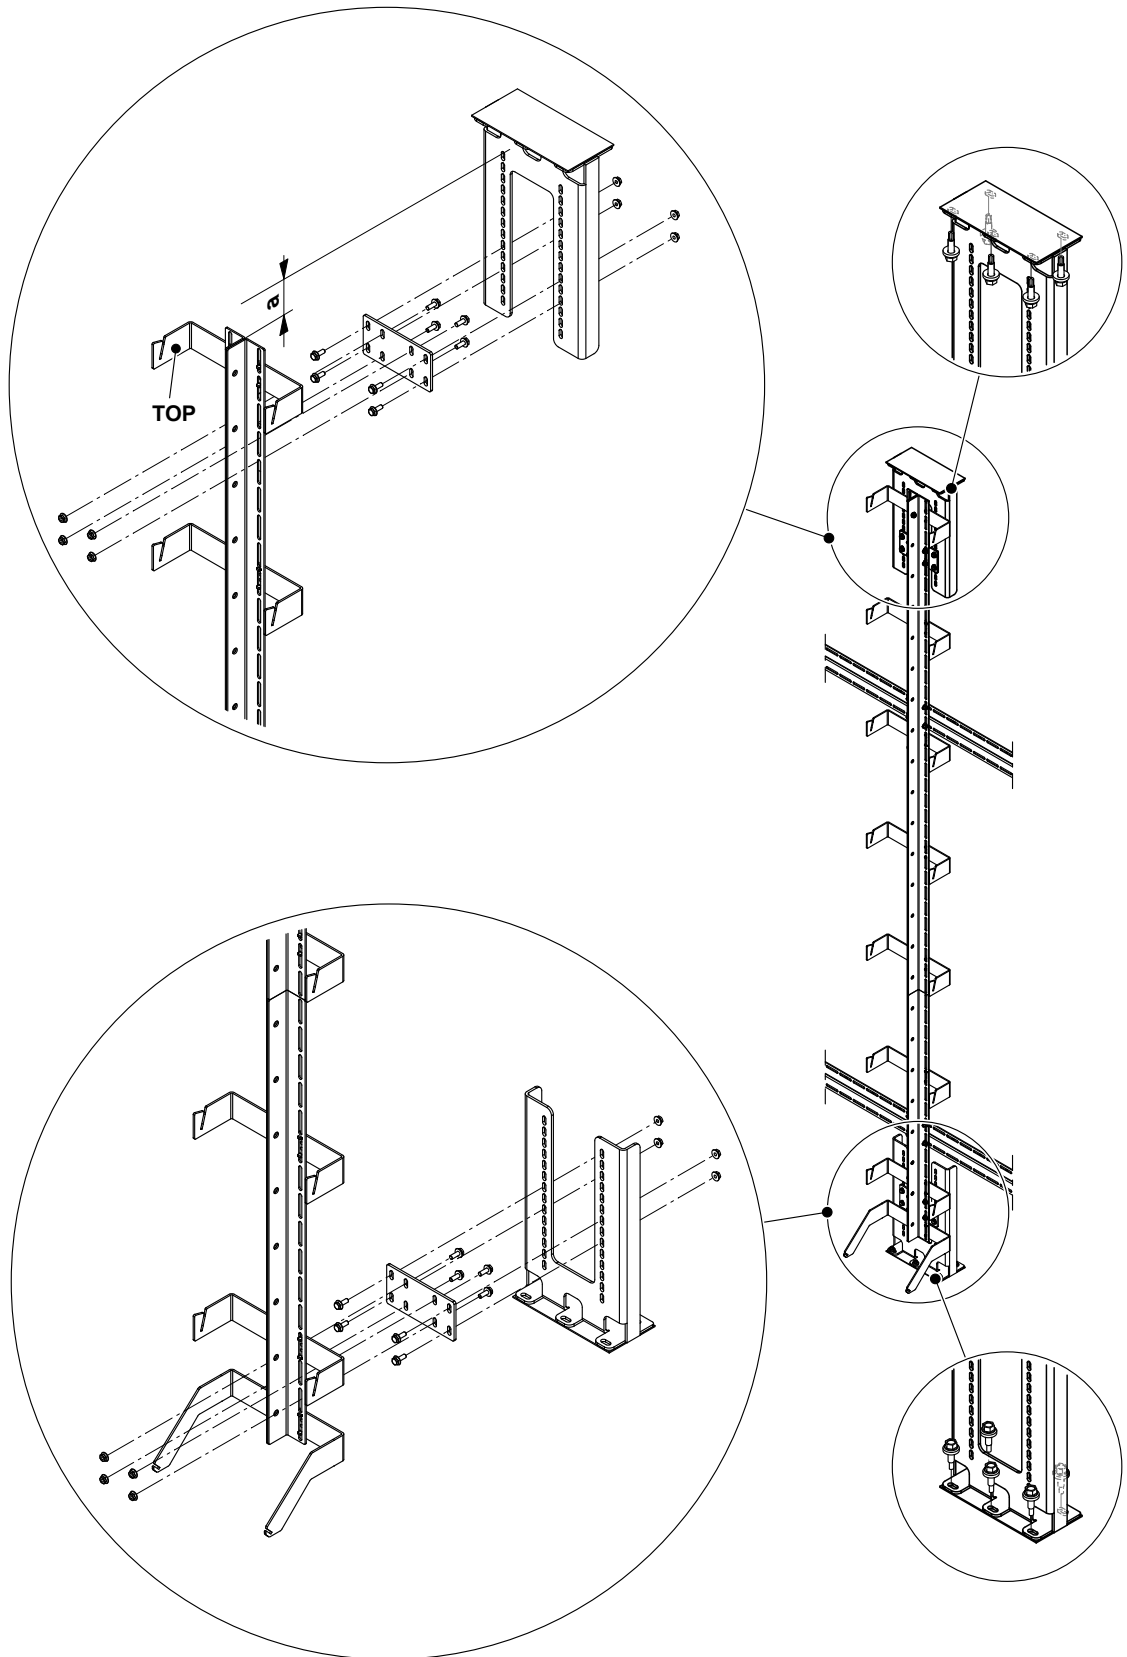

*Rys. 12: Montaż wsporników pionowych*
- W razie potrzeby poluzować dwa połączenia śrubowe mocujące wsporniki kątowe do wsporników pionowych oraz ustawić wsporniki kątowe w taki sposób, aby odległość między podpórką wspornika kąтового i górną krawędzią wspornika pionowego była taka sama, co odległość między górną krawędzią dwóch wsporników bocznych do sufitu kanału (zob. Rys. 5 i detal A na Rys. 12). Ponownie dokręcić dwa połączenia śrubowe.
- Przymocować wspornik kątowy wspornika pionowego dwoma wkrętami samogwintującymi 6,3 x 25 mm do sufitu kanału (zob. Detal w lewym górnym rogu na rys. 12).